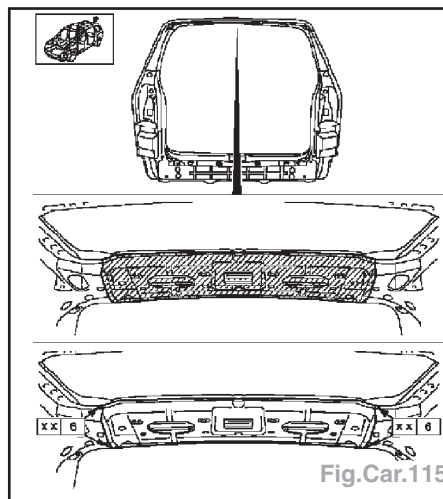

Fig.Car.115
- Découpes et types de soudures (Fig.Car.115).